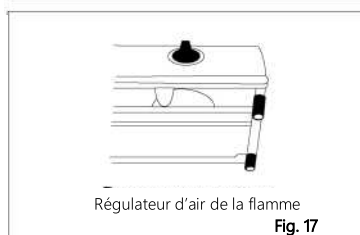

Fig. 17
- une fois le gaz allumé, tournez doucement ce régulateur jusqu'à ce qu'une petite flamme bleue apparaisse (Fig.17,18,19)